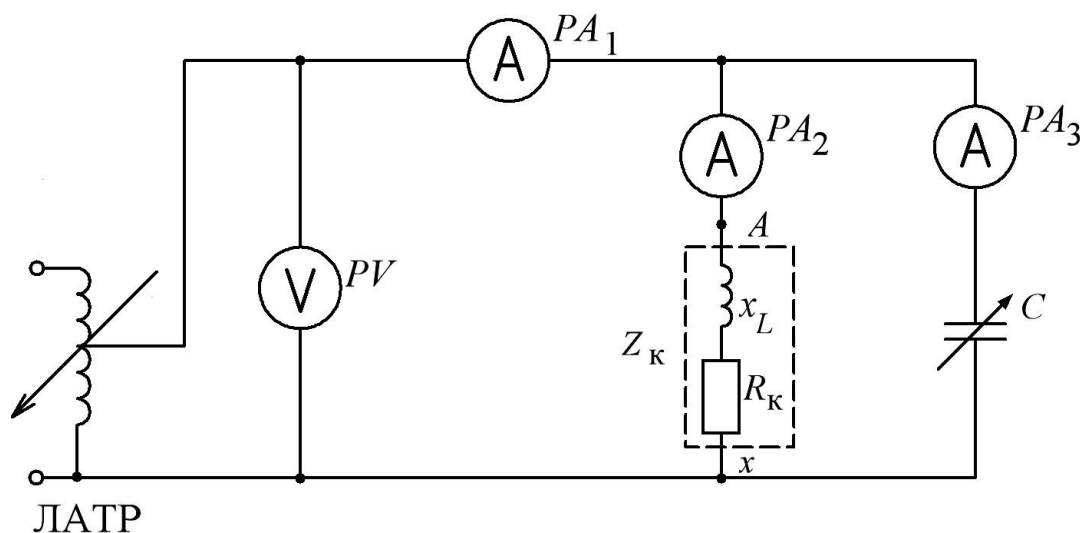

Рис. 4. Электрическая схема разветвленной электрической цепи:
На рис. 4 приведена электрическая схема лабораторной установки для исследования линейной разветвленной электрической цепи синусоидального тока.
1. Собрать электрическую схему экспериментальной установки (см. рис. 4) для проведения исследований резонанса токов и предъявить для проверки инженеру.